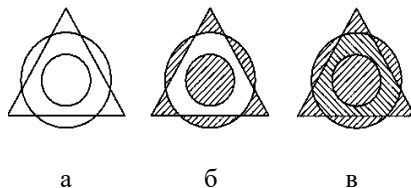

Рисунок 5.1 – Пример нанесения штриховки
Пример 1. За два обращения к команде **Bhatch** нанести штриховку на фигуру (рис. 5.1, а) в соответствии с рис. 5.1, в.
1) Построить фигуру (рис. 5.1, а), используя при этом произвольную методику.
6) В открывшемся диалоговом окне нажать кнопку **Выполнить**. Будет получен результат как на рис. 5.1, б.
9) В открывшемся диалоговом окне нажать кнопку **Выполнить**. Будет получен результат как на рис. 5.1, в.
Пример 2. Штрихование с обнаружением «островков» - зон, которые создаются вложенными друг в друга объектами. Нанести штриховку на фигуру (рис. 5.1) при разных типах отображения островков.
1) Построить фигуру (рис. 5.1), используя при этом произвольную методику и сделать две ее копии б и в.
3) В выпадающем диалоговом окне установить стиль штриховки **«Нормальный»**. При этом возможные зоны штрихования располагаются по порядку их движения от самой внешней зоны внутрь и штрихуются через одну (рис. 5.1, а).
5) В диалоговом окне установить стиль штриховки **«Внешний»**. Будет заштрихована только внешняя часть, все внутренние выбрасываются (рис. 5.1, б).
7) В диалоговом окне установить стиль штриховки **«Игнорирующий»**. Будет заштриховано все, включая все внутренние зоны (рис. 5.1, в).